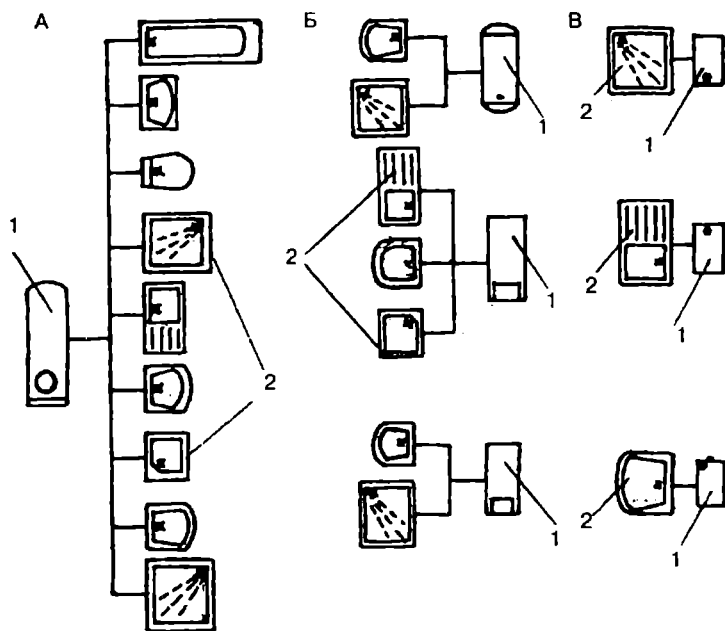

Рис. 27. Схемы установки водонагревателей:
2. установка водонагревателя накопительного типа **(рис. 27 А);**
4. монтаж нескольких проточных нагревателей **(рис. 27 Б, В);**